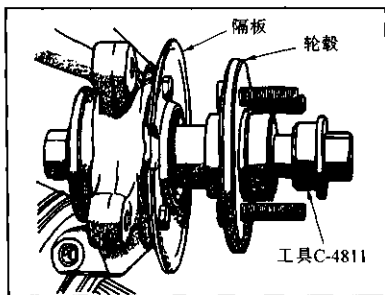

图 7-3-21 把轮毂装入转向节
3) 用工具 C-4811-11(或类似工具)把轮毂压入轴承,见图 7-3-21。